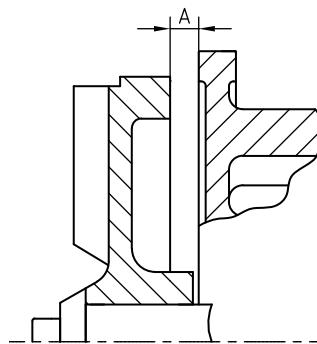

Рисунок 18: Регулировка крыльчатки FREM.
- Отрегулируйте крыльчатку до размера **A** между задней частью крыльчатки и промежуточной крышкой. См. рисунок 18 и Таблица 7 ниже.